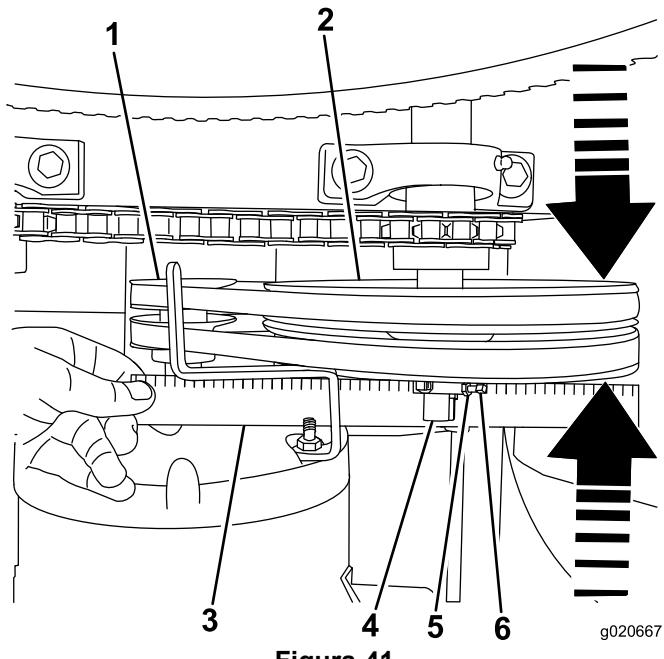

Figura 41
- Coloque una regla sobre las caras de la polea del motor y de la polea tensora (Figura 41).
- Afloje las contratuercas y los tornillos de fijación que sujetan la polea tensora al eje (Figura 41).
- Dando golpecitos con un mazo de goma, mueva la polea tensora hacia adelante o hacia atrás en el eje de la polea tensora hasta que la polea del motor y la polea tensora estén alineadas con la regla (Figura 41).
- Apriete los tornillos de fijación y las contratuerca que sujetan la polea tensora al eje (Figura 41).